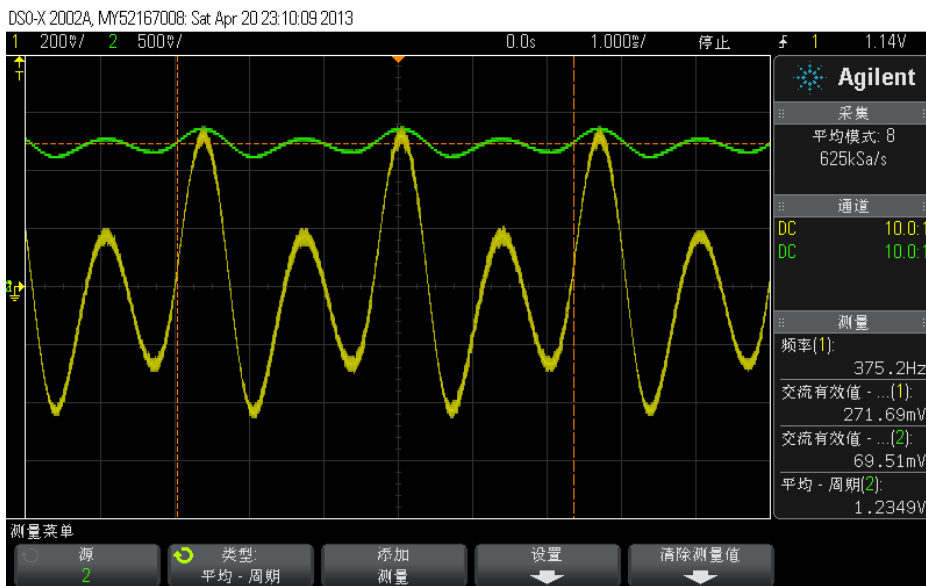

图 20.22 两种幅值的混合正弦波
- 3) 图 20.22 中锯齿波的下降沿其实包含非常高频的正弦波谐波分量，这部分在滤波器作用下会衰减很快，所以各频率分量衰减后再重新组合起来，就还原不出包含高频正弦波的陡峭“边沿”了。